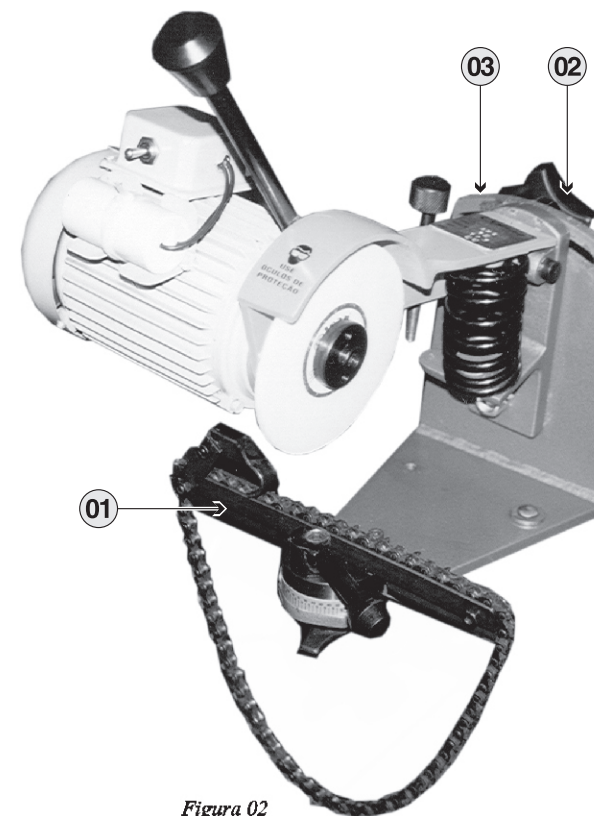

Figura 02
Certifique-se que o trilho (01) que está no equipamento é o adequado para corrente de furadeira. Caso contrário, substitua pelo outro trilho que acompanha o equipamento. Certifique-se também de que a corrente deslize livremente sobre o trilho (figura 02).